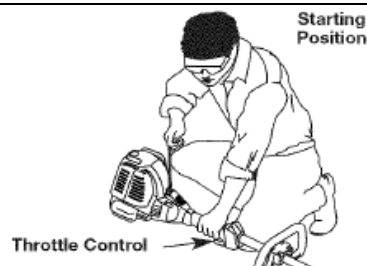

Рис. 9
**ОСТОРОЖНО!** Не допускайте случайного запуска двигателя устройства. Во время запуска при использовании ручного стартера пользователь и устройство должны находиться в устойчивом положении во избежание получения тяжелых травм (Рис. 9).
5. Переместите устройство в рабочее положение, **не нажимайте рычаг управления газом** (Рис. 9). Потяните пусковой ручку несколько раз контролируемым движением, пока двигатель устройства запустится.
5. Переместите устройство в рабочее положение (Рис. 9). Не сжимайте рычаг газа. Вставьте двустороннюю насадку для дрели или наконечник штепсельного устройства запуска от сети в гнездо в задней части изделия (Ознакомьтесь с разделом Эксплуатация соответствующего руководства производителя устройства, используемого для запуска двигателя).
6. Нажмите и удерживайте кнопку ON (I) дрели или штепсельного устройства не более 4 секунд при каждой попытке запуска, пока двигатель устройства запустится.
7. Подождите и дайте проработать устройству 5-10 секунд на холостых оборотах. Если устройство заглохнет на протяжении этого времени, сожмите рычаг управления газом, нажмите и удерживайте кнопку ON (I) дрели или штепсельного устройства не более 4 секунд при каждой попытке запуска, пока двигатель устройства запустится.
**Если** двигатель не запускается после нескольких попыток, сожмите рычаг управления газом, нажмите и удерживайте кнопку ON (I) дрели или штепсельного устройства не более 4 секунд при каждой попытке запуска, пока двигатель устройства запустится.